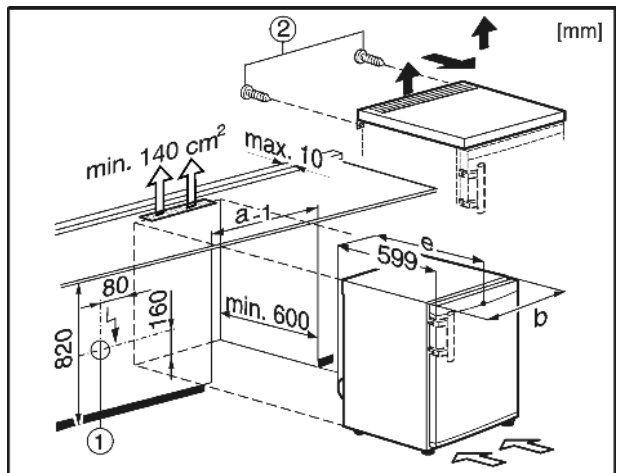

Fig. 7
A csatlakozó aljzat Fig. 7 (1) a készülék hátoldalán kívül, könnyen hozzáférhető helyen legyen.
- ▶ Vegye le a hátoldalról a csavarokat *Fig. 7 (2)*.